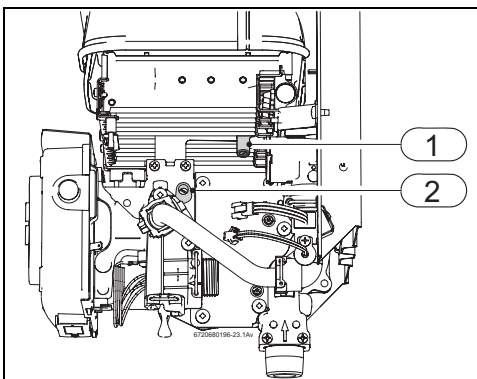

Fig. 25 Puntos de medición de presión
- ▶ Aflojar el tornillo obturador (→Fig. 25, [1]).
- ▶ Conectar el manómetro al punto de medición para la presión del quemador (→Fig. 25, [1]).
- ▶ Regular la presión del quemador mínimo (→tabla 9) utilizando el tornillo de ajuste del caudal de gas mínimo (→Fig. 25, [2]).